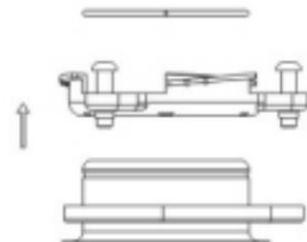

Рисунок 3.2
- b. С помощью отвёртки извлеките стопорное кольцо из фланца, снимите стопорное кольцо, отделив другие детали (см. рис. 3.2)